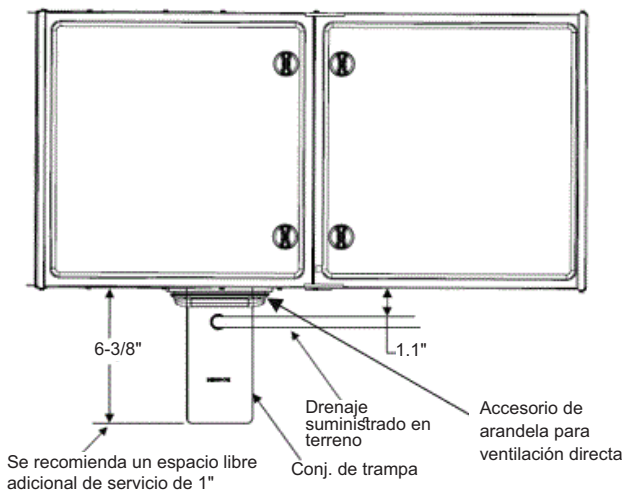

Fig. 21 – Distancia para la trampa en aplicación horizontal (Nota: La línea de drenaje se puede tender de forma horizontal o vertical)
3. Deje una distancia de 6 a 3/8" (162 mm) debajo del calefactor para la trampa de condensado y la línea de drenaje. Se recomienda dejar una distancia adicional de 1" debajo de la trampa para el servicio (consulte la Fig. 21).